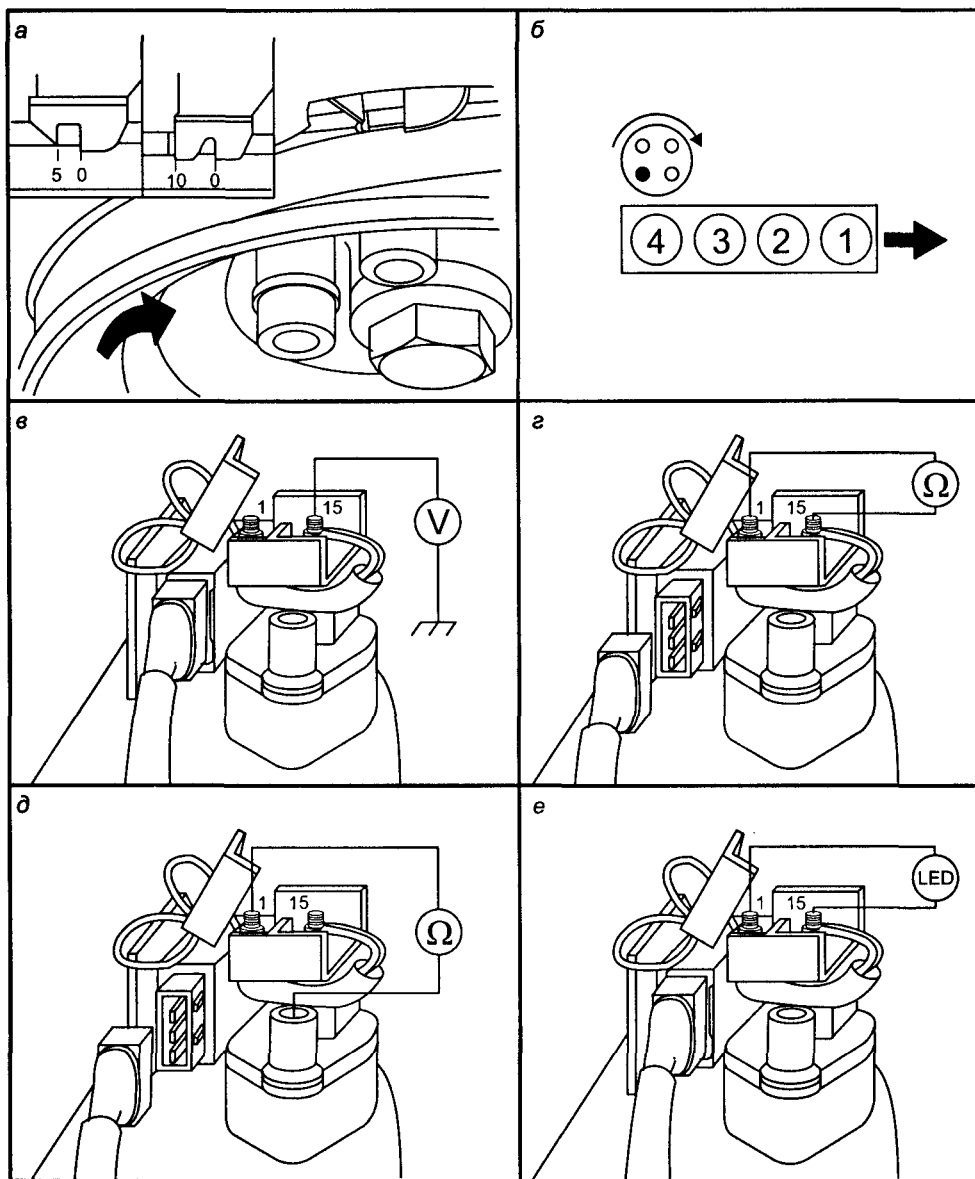

Рис. 2.2.9. Проверка системы зажигания
Момент зажигания проверяется с помощью стробоскопа на холостых оборотах двигателя, прогретого до рабочей (80 °С) температуры. Установочное значение момента зажигания двигателя «АВТ» 1/92—94 г.в. — 5—7° BTDC/750—1000 об/мин. Момент контролируется по меткам на переднем шкиве (см. рис. 2.2.9а) или маховике коленвала через контрольный колодец в районе распределителя зажигания. При несоответствии момента зажигания табличному, регулировка осуществляется поворотом корпуса распределителя зажигания.
Порядок зажигания — стандартный для 4-цилиндрового двигателя 1-3-4-2. Маркировка цилиндров и распределителя зажигания показана на рис. 2.2.9б.
- включить зажигание и проверить напряжение $+12\text{ В}$ на выводе 15 катушки зажигания от шины «15» замка зажигания (см. рис. 2.2.9в). Если напряжение 12 В отсутствует — проверить предохранитель F27, замок зажигания и монтаж;
- отключить разъем коммутатора зажигания и проверить сопротивление первичной обмотки катушки между клеммами 1 и 15. Его величина должна быть $0,5\text{—}1,5\text{ Ом}$ (см. рис. 2.2.9г);
- отключить высоковольтный провод с клеммы 4 катушки и проверить сопротивление вторичной обмотки между клеммами 1 и 4. Его величина должна быть 5000—9000 Ом (см. рис. 2.2.9д).
- подключить разъем коммутатора зажигания на место и, подключив LED-индикатор к контактам 1 и 15 катушки зажигания (см. рис. 2.2.9е), коротко прокрутить двигатель стартером, индикатор должен мигать, если нет — заменить неисправный коммутатор зажигания.